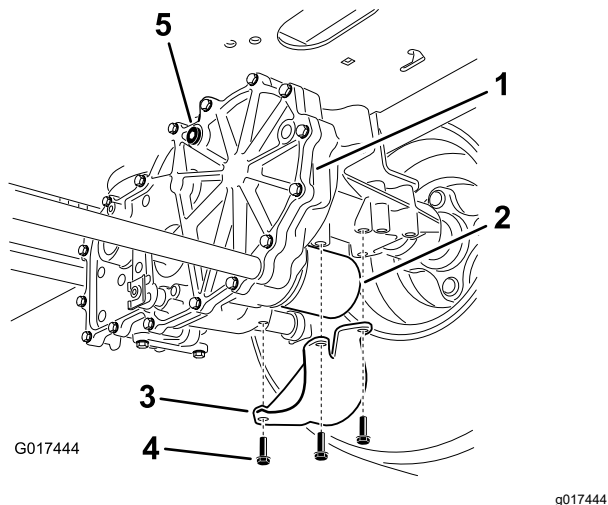

Figure 69
4. Localisez le filtre et les protections sur chaque transmission à boîte-pont (Figure 69).
5. Retirez les 3 vis qui fixent la protection du filtre et déposez la protection (Figure 69).